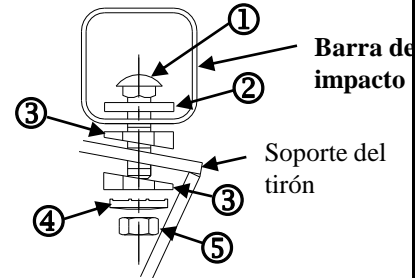

Figura 2.
①	Cant. (2)	Perno de carruaje 1/2-13 X 2.25 GR5	⑤	Cant. (2)	Tuerca hexagonal 1/2-13
②	Cant..(2)	Espaciador	⑥	Cant.(2)	Perno hexagonal 1/2-13 X 1.50 GR5
③	Cant (4)	Biselad espaciador	⑦	Cant.(2)	Tuerca de manija
④	Cant. (4)	Arandela cónica	⑧	Cant.(2)	Cable de halar
- Baje el silenciador y el tubo de escape al retirar todos los aisladores de hule, detrás del eje posterior. Habrá (2) ó (3) dependiendo del vehículo. Tenga cuidado de no dejar que los silenciadores caigan debajo de su propio peso. Nota: Rociar un lubricante o agua jabonosa en el vástago del gancho de metal y el aislador de goma ayuda para el desmonte.
- Pegue los bloques al enganche antes de levantar el enganche a su posición. Oriente el bloques como se muestra. Ver Figura 2.